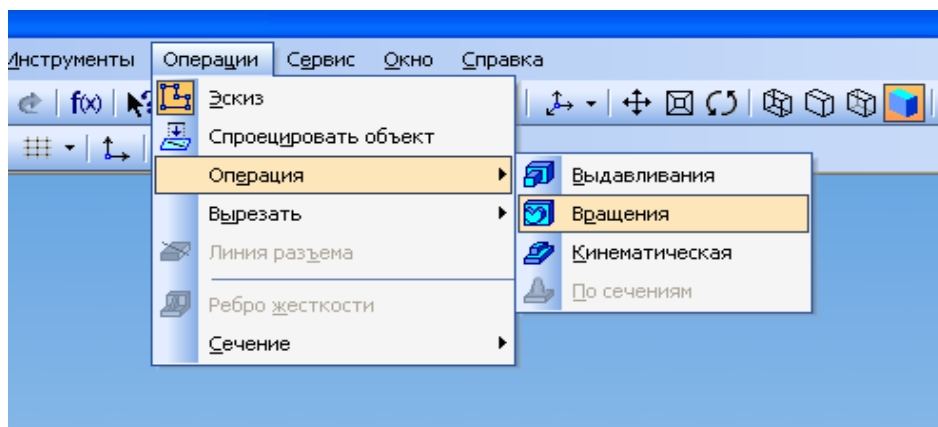

Рис. 11
10. Выполните операцию вращения  (**рис.11**).